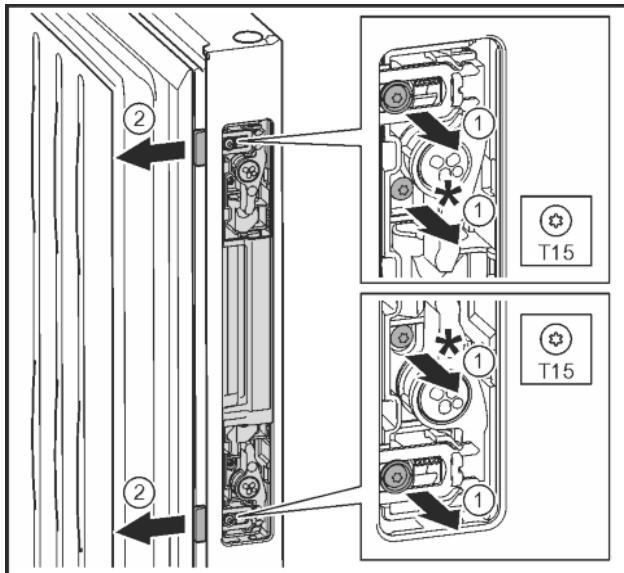

Fig. 35
- Выкрутить винты вместе с серыми пластмассовыми колпачками отверткой T15 Fig. 35 (1)
- С усилием извлечь защелку механизма открывания двери. Fig. 35 (2)